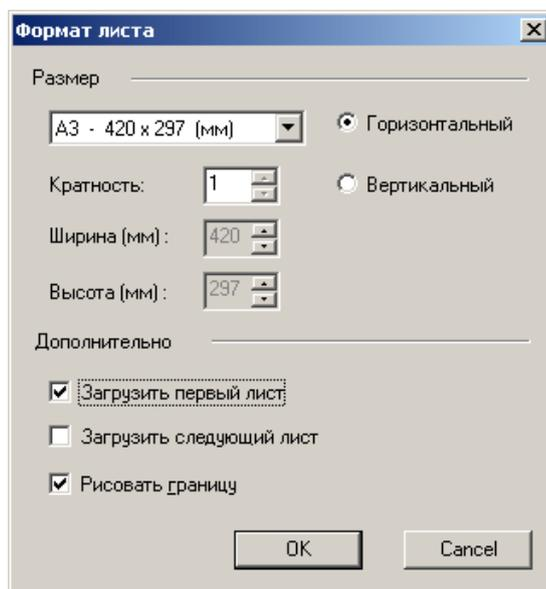

Рисунок 1. Окно «Формат листа».
1. Выберите команду «Формат листа» из меню «Режим». Появится диалог «Формат листа» (рис. 1)